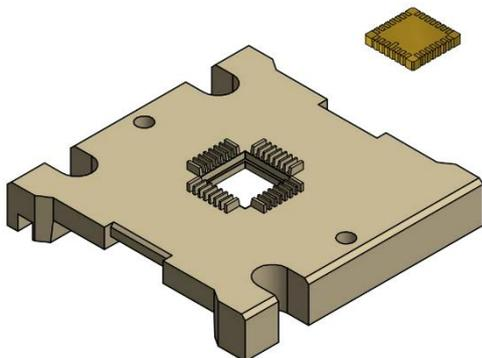

Рисунок 3. Расположение микросхемы в спутнике-носителе
1. Вставьте микросхему в спутник-носитель (Рисунок 3);